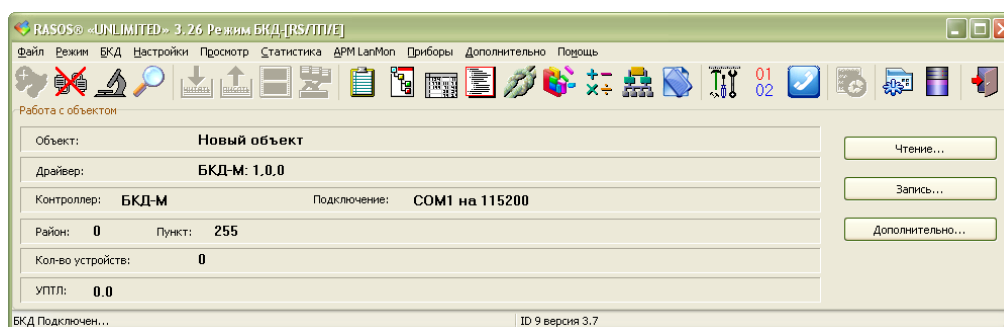

Рисунок 9 - Подключение к БКД-М
Выполнить подключение командой «БКД \ Подключение». Откроется окно, в котором будет указано «БКД-подключен» (рисунок 9).
2) Подключиться программой RASOS к БКД-М (рисунок 9).
- 2) Подключиться программой RASOS к БКД-М (рисунок 9).